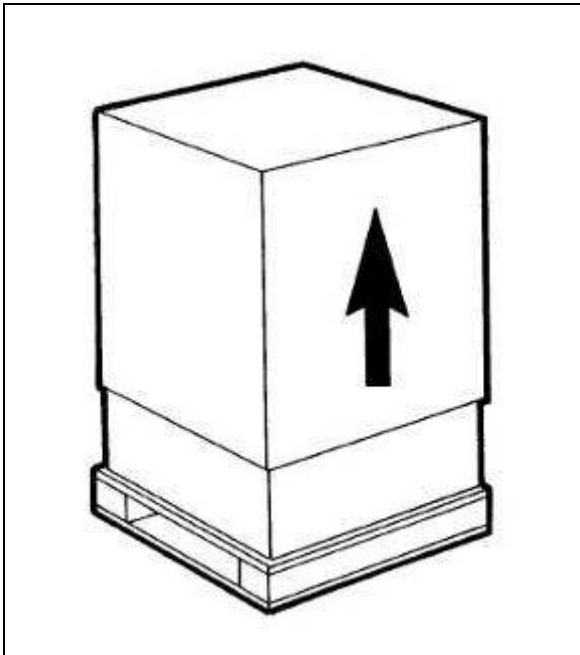

Fig. 19
a) Después de quitar el embalaje **guarde todos sus elementos para el almacenamiento invernral** y asegúrese de lo íntegro del equipo (fig.19).